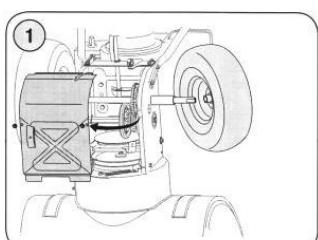

Рис. 38
- б. Снимите правое колесо, удалив винт и раструбную шайбу, которые крепят его к оси. См. рис. 38.